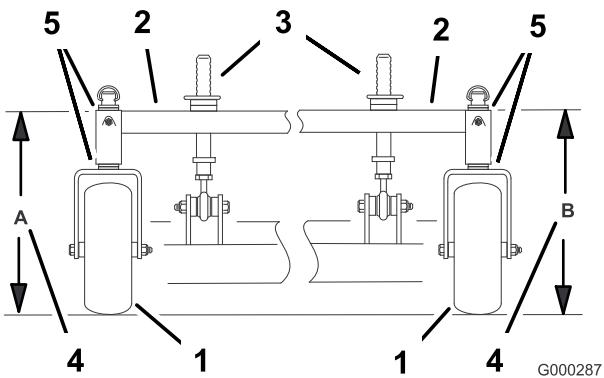

Figure 63
4. Mesurez la hauteur du bâti porteur au point **A** (Figure 63).
5. Mesurez la hauteur du bâti porteur au point **B** (Figure 63).